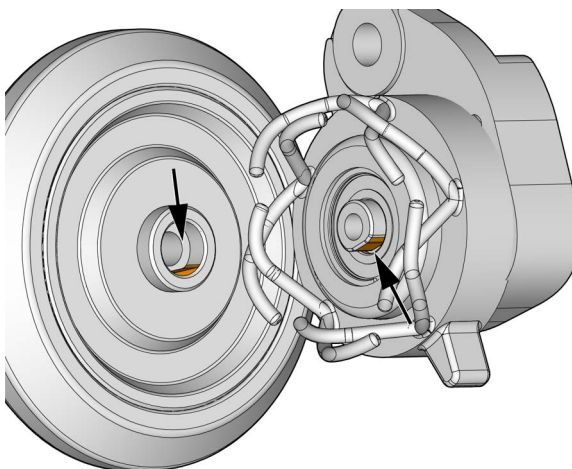

Figura 5-16 Bordas planas da roda e do eixo
2. Para instalar a roda, alinhe as bordas planas do eixo e da roda, pressione a roda no eixo para comprimir o anel de fricção e, em seguida, instale o parafuso (veja a Figura 5-16 na página 87).